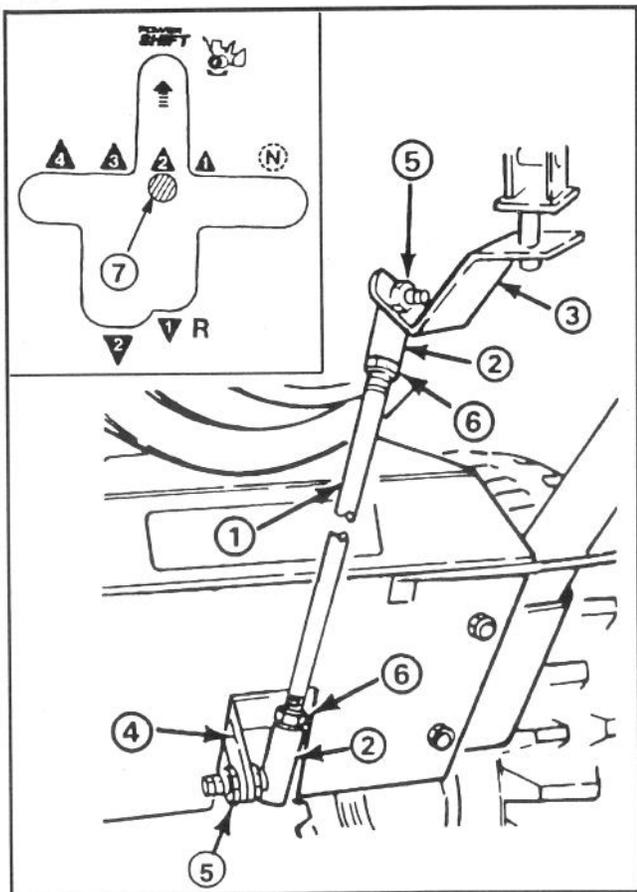

Abbildung 36
7. Ketteneinstellung wird Ausrichtung des Schalthebels beeinflussen. Ist der Schalthebel mit dem Power-Shift-Schlitz an der Steuertafel ausgerichtet (Abb. 36